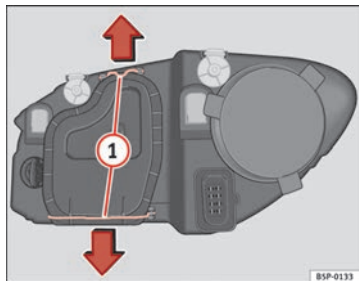

Abb. 164 Abblendlicht
- Die Streben ⇒ Abb. 164 (1) in Pfeilrichtung verschieben und den Deckel abnehmen.